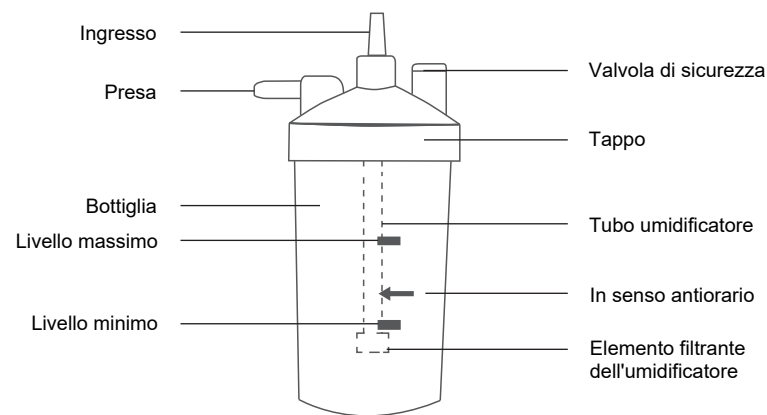

Figura 5: Componenti dell'umidificatore
1. Svitare la bottiglia dall'umidificatore in senso orario. Riempire la bottiglia con acqua pura (o acqua distillata) fino al livello compreso tra MASSIMO e MINIMO. Non riempire la bottiglia dell'umidificatore oltre il livello MASSIMO. (Figura 5)